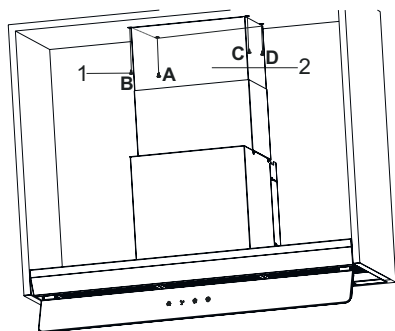

Fig. 18
7. ➔ Puxar a conduta interior para cima para a secção superior do compartimento (Fig. 18).
Usar os 4 parafusos de ligação através dos pontos A, B, C, D ao armário da cozinha (Fig. 18).